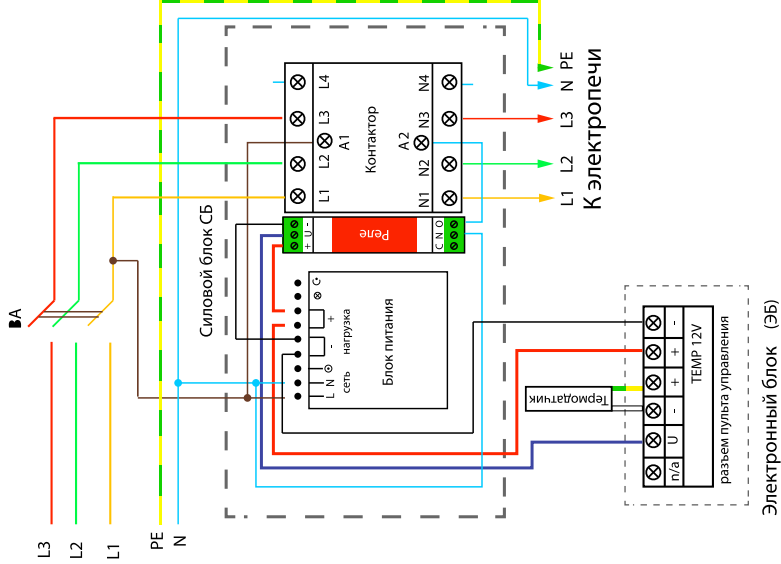

Рисунок 2. Подключение электропечи к пульту ПУ 01М
6.1. Подключать электропечь «Лидия - М» следует согласно схеме. (рис. 2)